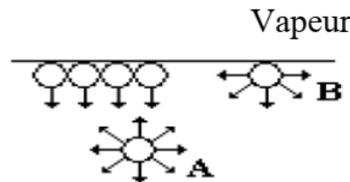

Figure 3.3
Pour une autre molécule (B) Figure 3.3 qui se trouve à la surface du liquide, si on néglige l'attraction des molécules gazeuses, cette molécule est attirée en moyenne vers l'intérieur perpendiculairement à la surface par les molécules liquides voisines. Il en est de même de toutes les molécules superficielles qui forment ainsi une sorte de pellicule tendue qui comprime l'intérieur du liquide. Pour amener la molécule (A) à la surface, c'est-à-dire augmenter la surface, il faut fournir une énergie nécessaire pour faire passer une molécule de la phase liquide à la phase vapeur, qu'on appelle l'énergie superficielle et elle est directement liée aux forces intermoléculaires